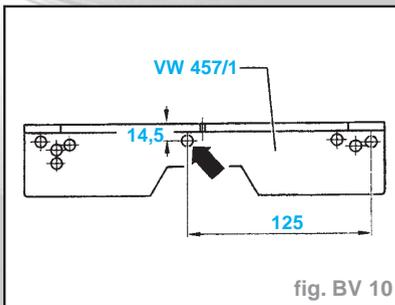

fig. BV 10
- Pour fixer la glissière-support **VW 457/1** sur le berceau, un nouvel alésage est nécessaire (fig. BV 10).